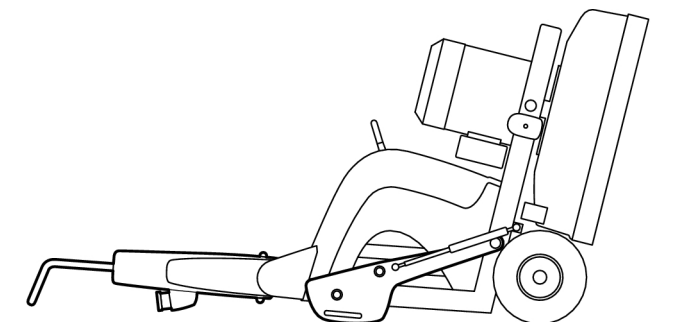

Bild 4-10. Maskin mot golvet
4. Tippa maskinen ytterligare bakåt tills hela maskinen når golvet, se Bild 4-10, sidan 21.